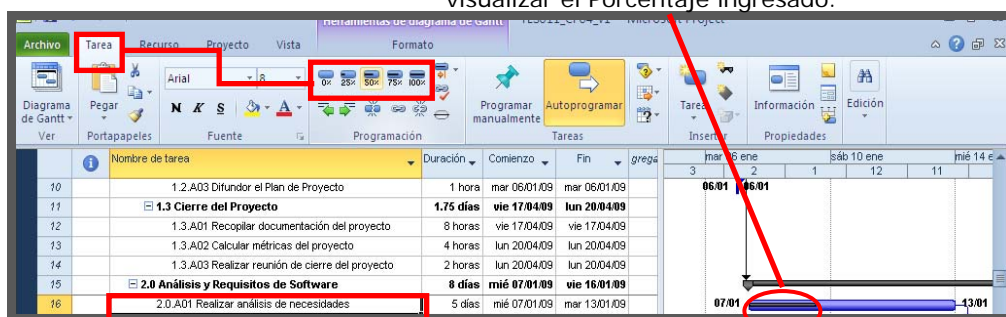

FIGURA 23: Botón Porcentaje completado de la cinta
1. Dentro de cualquier vista de tareas, seleccione la Pestaña **Tarea** » Grupo **Programación** » Puede hacer clic en los botones 0%, 25%, 50%, 75% ó 100% para ingresar rápidamente el estado de una tarea o grupo de tareas (Figura 23).